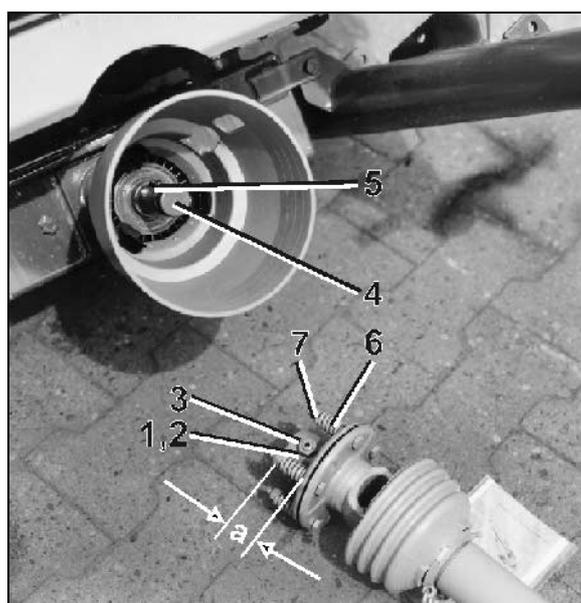

Fig. 77
2. Federn (Fig. 77/6) durch Lösen der Muttern (Fig. 77/7) entlasten.